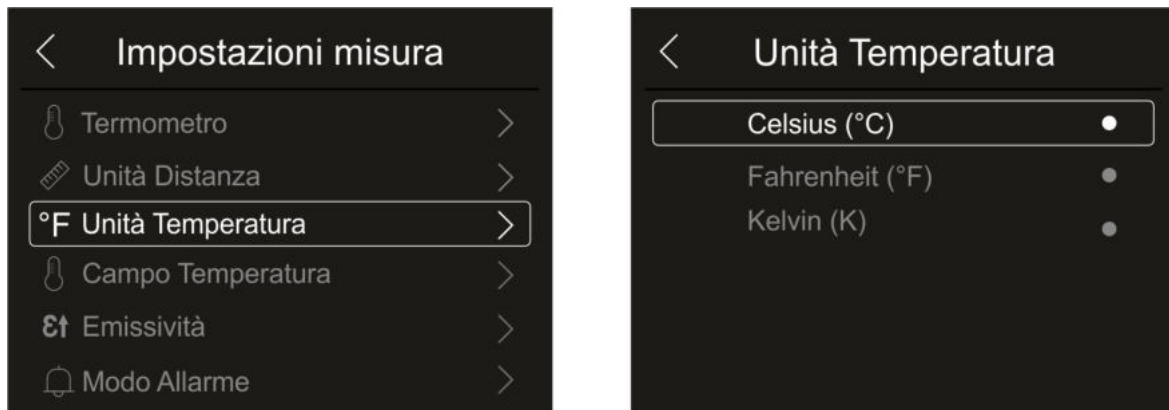

Fig. 23: Menu impostazione unità misura temperatura
1. Toccare la voce “Unità Temperatura” per eseguire l’impostazione dell’unità di misura della temperatura. La Fig. 23 – parte destra è mostrata: